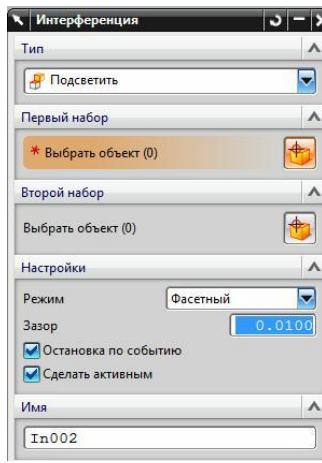
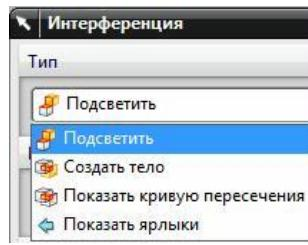

Рис.37
рис.38
- Диалоговое окно этого средства показано на рис.37. В поле *Тип* (рис.38) нужно выбрать нашу реакцию на пересечение тел. Выберем средство *Подсветить*. В этом случае, в случае пересечения оба тела будут подсвечены как на рис.40.